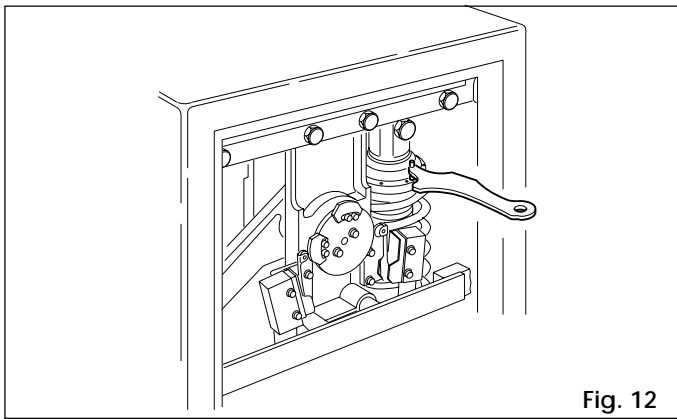

Fig. 12
- 2) Girar la virola de precarga como ilustra la fig. 12, utilizando la llave a tal fin. El mástil está equilibrado cuando permanece quieto en las posiciones de 0° y 90°. Si la barrera tiende a cerrarse, girar la virola en el sentido de las agujas del reloj; si tiende a abrirse, girarla en el sentido contrario.